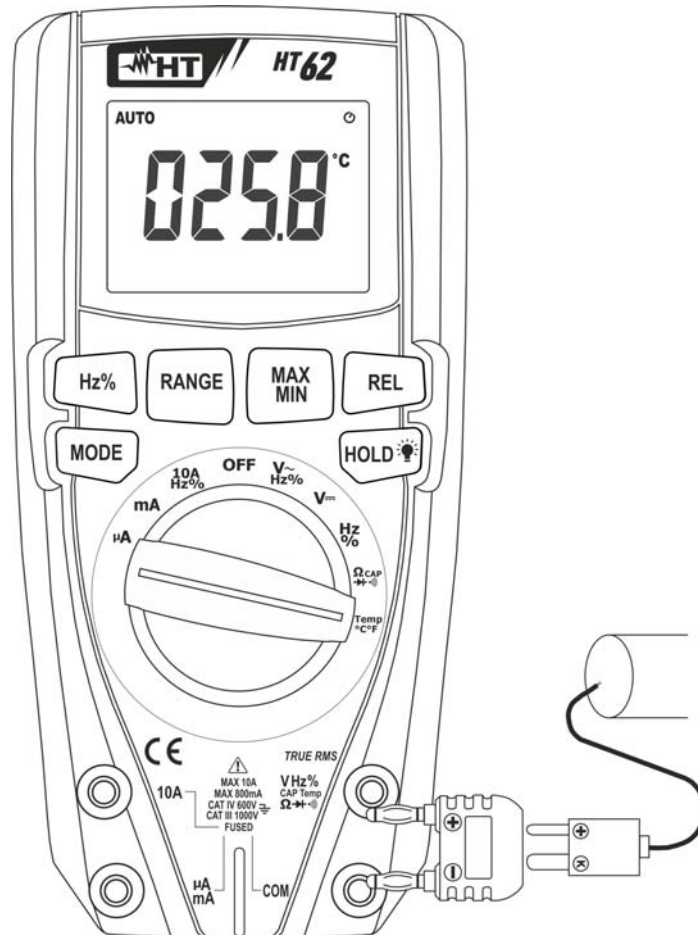

Fig. 8: Uso del instrumento para medida de Temperatura
3. Inserte el adaptador en dotación en los terminales de entrada **VHz%CAPTempΩ▶H•)))** (polaridad +) y **COM** (polaridad -) (vea Fig. 8)